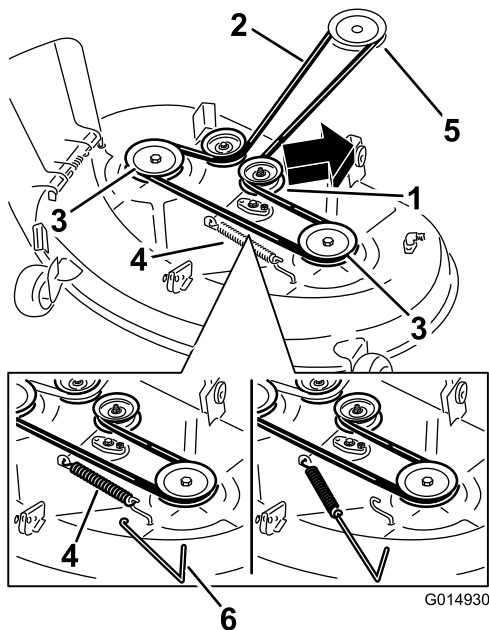

Рисунок 54
6. Используя съемник пружин (№ 92-5771 по каталогу Toro), снимите пружину натяжного шкива с крюка деки, чтобы снять натяжение с натяжного шкива, и снимите ремень со шкивов (Рисунок 53 и Рисунок 54).
7. Проложите новый ремень вокруг шкива двигателя и шкивов газонокосилки (Рисунок 53 и Рисунок 54).
8. Используя съемник пружин (№ 92-5771 по каталогу Toro), установите пружину натяжного шкива на крюк деки и создайте натяжение на натяжном шкиве и ремне газонокосилки (Рисунок 53 и Рисунок 54).